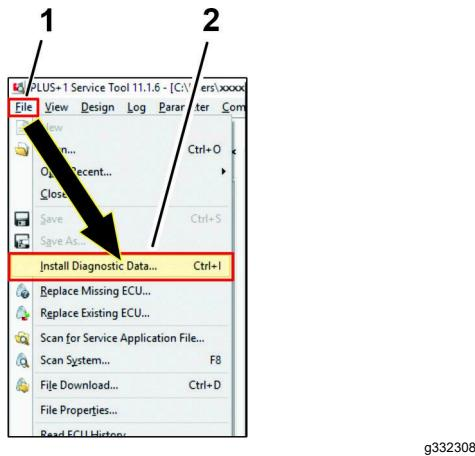

Figura 47
1. Haga clic en el ícono ARCHIVO, y en la lista desplegable, haga clic en el ícono INSTALAR DATOS DIAGNÓSTICOS . . . (Figura 47).